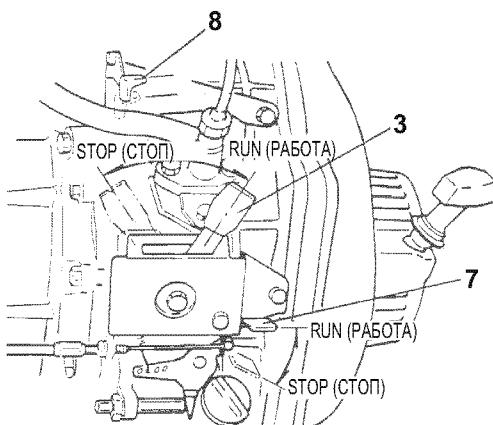

Рис. 67
- Установите рычаг регулятора (Рис. 67, (3)) в положение RUN (РАБОТА).
- Альтернативный способ останова — с помощью рычага останова (Рис. 67, (7)) (см. Ручной запуск). Этот способ используется в случае повреждения ключа зажигания или в аварийных ситуациях. Если для останова использовался этот способ, обязательно поверните ключ зажигания в положение STOP (СТОП), чтобы не разряжать аккумулятор.
- Запрещается останавливать двигатель рычагом сброса давления (Рис. 67, (8)). Это может повредить систему сброса давления.